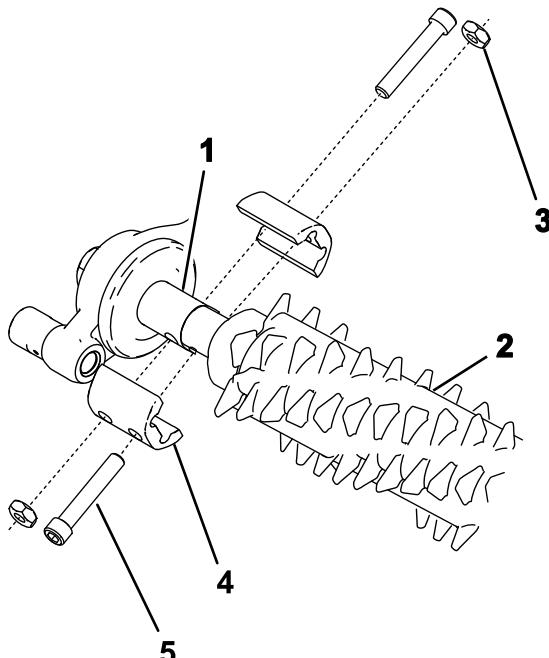

Figura 16
- Alinhe o conjunto do rastelo com os tubos do veio da transmissão da caixa de transmissão do rastelo e o conjunto do rolete (Figura 16).
- Fixe o rastelo na máquina como mostra na Figura 16 e aperte os parafusos.